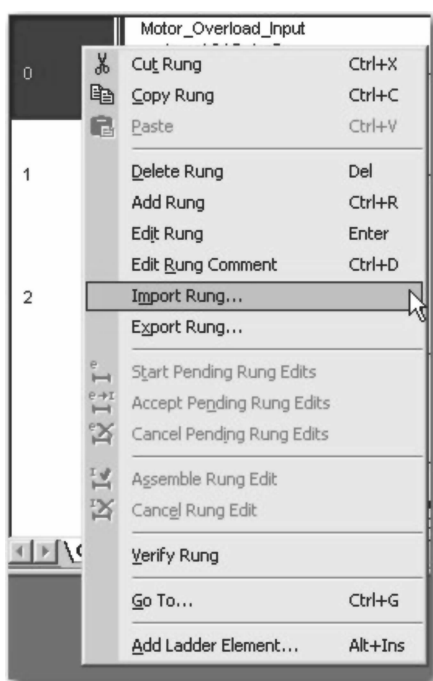

图 13-23 梯形图编辑菜单
37. 在 RSLogix5000 的梯形图编辑器中，右键单击梯级 0 并单击“导入梯级”（Import Rung），如图 13-23 所示。